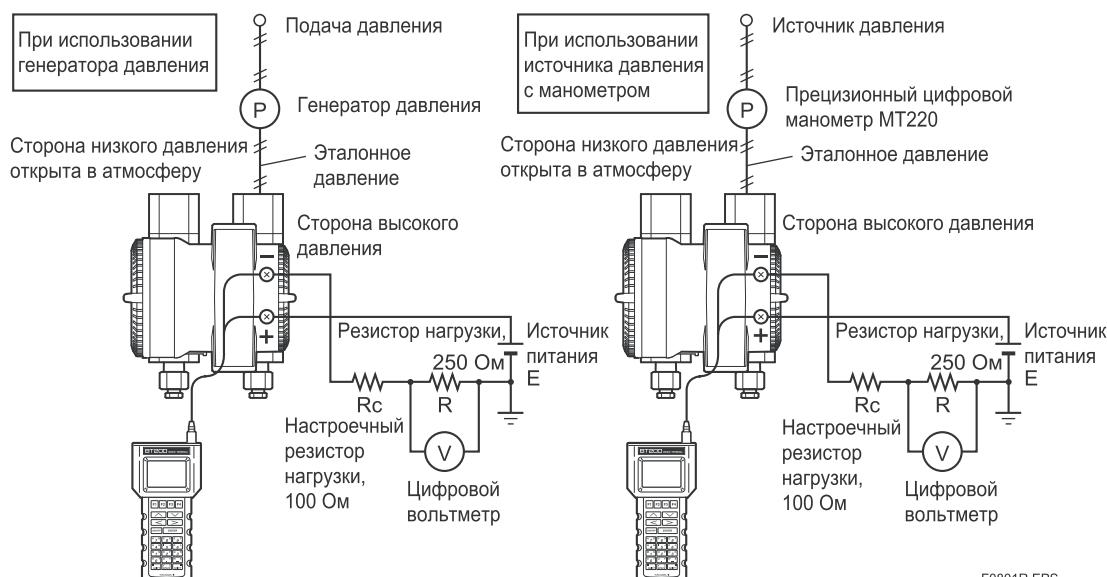

Рисунок 8.1 Схемы соединения прибора (EJX110A, выход 4-20 мА)
- 1) Соедините приборы так, как показано на Рис. 8.1, и прогрейте их в течение не менее 5 мин (десять минут для ЕJ□310□).